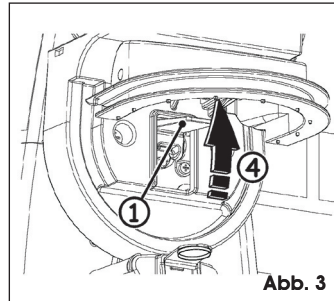

Abb. 3
3. Tire de la palanca de desbloqueo hasta el tope, Fig. 3 ref. 1.
3. Den Entriegelungsgriff bis zum Anschlag ziehen, Abb. 3 Bez. 1.
3. Trek aan de ontgrendelingshendel tot hij niet verder kan, Fig. 3 ref. 1.